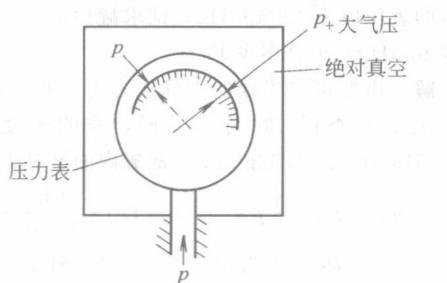

图 2-3
**2-9 利用弹簧管压力表测压力，在大气中它的**指示为  $p$ ，如果把它移到真空中（图 2-3），则指示会
答 会变的。在大气下弹簧管压力表测的是表压，如果把它放到如图 2-3 的真空中，则它测的就是绝对压力了。所以若压力表在大气压下指示为  $p$ ，则在真空中指示为  $p+ \text{大气压力}$ 。